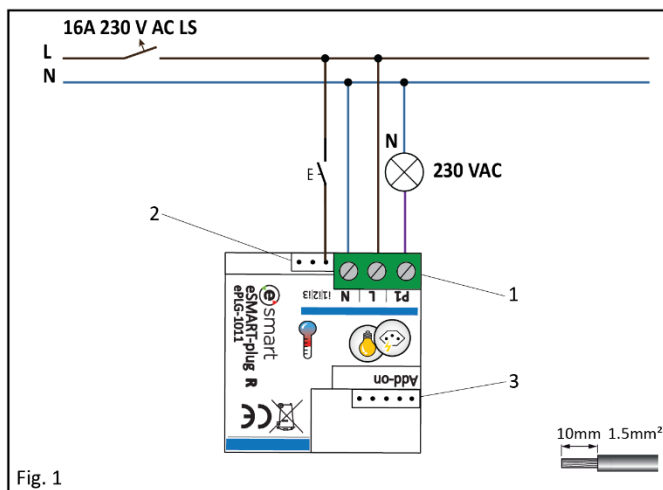

Fig. 1
L'eSMART-plug est composé de 3 bornes à visser (1, Fig.1), 1 connecteur d'entrée (2, Fig.1) et 1 connecteur d'extension (3, Fig.1). L'eSMART-plug se raccorde sur le réseau électrique 230 V AC/50 Hz.
- Raccordez l'alimentation 230 V AC (1, Fig.1) sur les bornes L et N. Respectivement, la Phase sur la borne L et le Neutre sur la borne N, comme indiqué sur le schéma.
- Raccordez la charge (1, Fig.1) sur la borne P1 comme indiqué sur le schéma.
- Raccordez chaque entrée du eSMART-plug avec le connecteur à 1 fils (2, Fig.1) sur un interrupteur/poussoir [voir "Données Techniques"]. Le fil in1 active le canal P1 de l'eSMART-plug.
- Le cas échéant, connecter la sonde de température (3, Fig.1) sur le connecteur prévu à cet effet.
Das eSMART-plug hat 3 Schraubklemmen (1, Abb. 1), 1 Eingangsanschluss (2, Abb. 1) und 1 Erweiterungsanschluss (3, Abb. 1). Das eSMART-plug wird an das Stromnetz 230 V AC/50 Hz angeschlossen.
- Schließen Sie die Stromversorgung 230 V AC (1, Abb. 1) an die L- und N-Klemmen an, nämlich Phase an Klemme L und Neutral an Klemme N, wie in der Abbildung dargestellt.
- Schließen Sie die Last (1, Abb. 1) an die Klemme P1 wie in der Abbildung dargestellt.
- Schließen Sie jeden Eingang des eSMART-plug über einen Schalter/Taster an den einspoligen Anschluss an (2, Abb. 1) [siehe "Technische Daten"]. Die Litze in in1 aktiviert Kanal P1 des eSMART-plug.
- Schließen Sie gegebenenfalls den Temperatursensor (3, Abb. 1) an den hierfür vorgesehenen Anschluss an.
The eSMART-plug has 3 screw terminals (1, Fig. 1), 1 input connector (2, Fig. 1), and 1 expansion connector (3, Fig. 1). The eSMART-plug is to be connected to the 230 V AC/50 Hz mains.
- Connect the power supply 230 V AC (1, Fig. 1) to the L and N terminals, namely Phase to terminal L and Neutral to terminal N, as shown in the illustration.
- Connect the load (1, Fig. 1) to the terminal P1 as shown in the diagram.
- Connect each input port of the eSMART-plug with the two-wire connector (2, Fig. 1) via a switch/push button [see "Technical Data"]. The wire in 1 activates channel P1 of the eSMART-plug.
- If appropriate, connect the temperature sensor (3, Fig. 1) to the connector provided for that purpose.